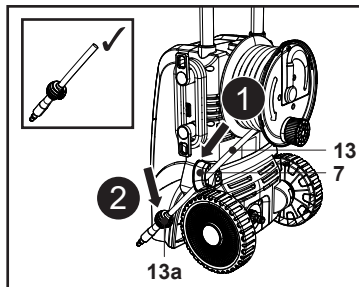

Fig. 4
2. Guider le tuyau haute pression (13) à travers le guide pour tuyau d'arrosage (7), puis fixer la bague d'arrêt (13a) à l'extrémité (Fig. 4, étapes 1 et 2).